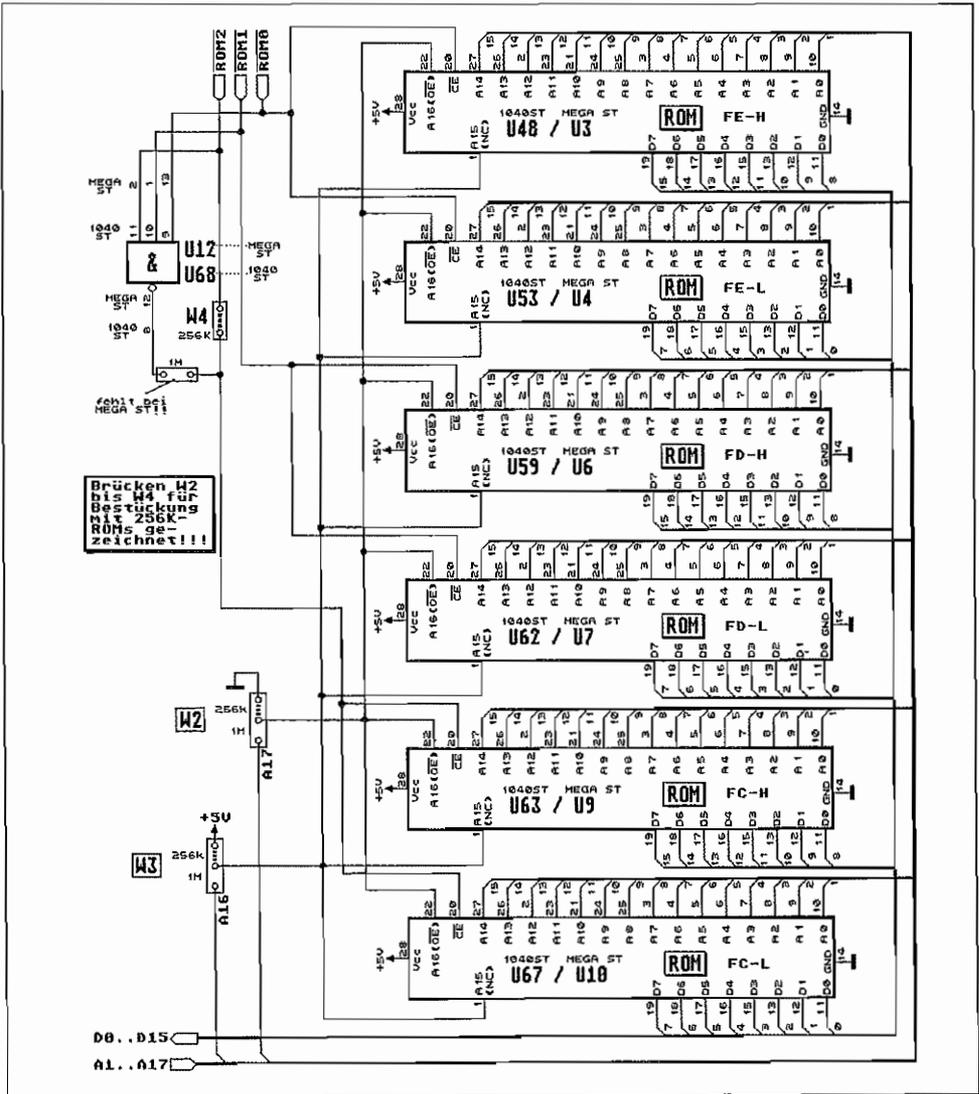

Abb. 1.7: Schaltung der ROM-Bank für MEGA ST und 1040ST(M)
Das bedeutet, daß für das TOS nur noch zwei Chips mit je 128K x 8 Bit Kapazität erforderlich sind und diese noch nicht einmal voll ausgenutzt werden! In Abbildung 1.7 ist der Schaltungsaus- zug wiedergegeben, der zeigt, wie die Einbindung der Betriebssystem-ROMs beim MEGA ST und bei Geräten der 1040er-Serie vorgenommen wurde.
Bei Verwendung von Megabit-ROMs kommt man locker mit zwei Chips (2 x 128 KByte = 256KByte) aus, um das komplette TOS darin unterzubringen. Allerdings muß dazu natürlich dafür gesorgt werden, daß sich dieses Chip-Pärchen über den gesamten ROM-Adreßbereich von \$FC 0000..\$FE FFFF "angesprochen" fühlt und auch alle Adreßleitungen am Chip vorhanden sind. Das Platinenlayout beim MEGA ST und 1040 STF(M) ist entsprechend ausgelegt. Die Mega-Bit-ROMs müssen dazu in die Fassungen für U63/U9 und U67/U10 eingesetzt sein. Über entsprechende Lötbrücken wird die korrekte Einbindung der ROM-Chips dann folgendermaßen vorgenommen (siehe dazu Abbildung 1.7!):
In Abbildung 1.7 ist die Bestückung der Brücken (sie werden im MEGA ST übrigens durch 0 OHM-Widerstände realisiert!) für 256KBit-ROMs eingezeichnet. Wo findet man nun den Gatterbaustein U12 (MEGA ST) bzw. U68 (1040STF(M)) auf der Platine?